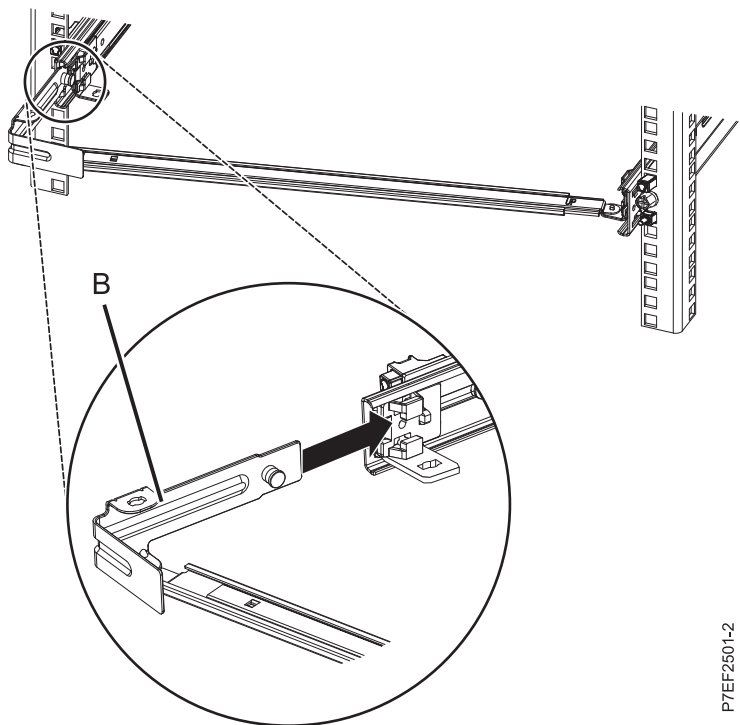

Figura 12. Tendido de la patilla e instalación de la abrazadera en el riel deslizante
4. Conecte la pieza de sujeción de tope de portacables (B) a la ranura en la parte interior del lado izquierdo deslizando la pieza de sujeción de tope (B) en el riel deslizante hasta que el pestillo accionado por resorte quede fijado. Para conocer detalles, consulte la Figura 12.